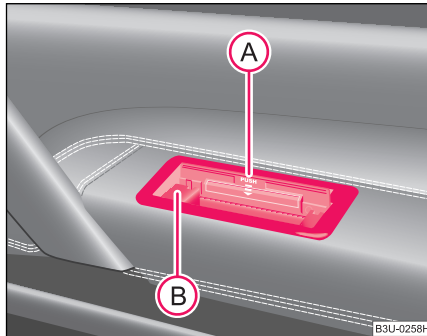

Fig. 82 Scrumiera din cotiera ușii din spate dreapta
- Apăsați în poziția **A** asupra capacul desfăcut al scrumierei, scrumiera **B** se va ridica ⇒ Fig. 82.